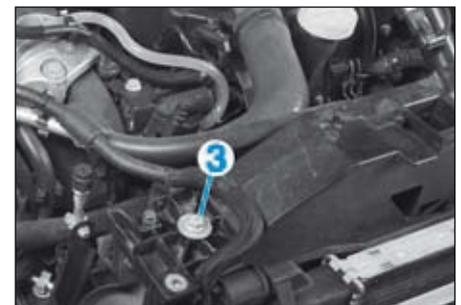

FIG.5
- les vis des fixations supérieures (3) (des deux côtés) (Fig.5),